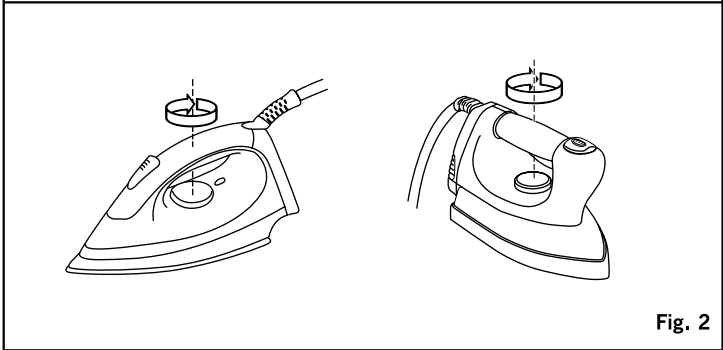

Fig. 2
- Seleccionar la máxima temperatura de la plancha, girando en sentido horario el regulador de temperatura de la plancha (Fig. 2).
- Pasar la plancha de arriba abajo pulsando el mando vapor (G)